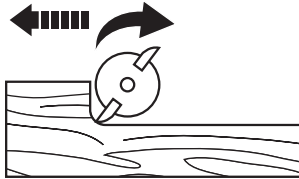

Fig. 19
- > A fresagem deverá ser SEMPRE realizada em sentido contrário ao da da rotação da ferramenta de fresadora. Caso contrário, a ferramenta de fresagem poderá soltar-se na pinça (Fig. 19, 20).